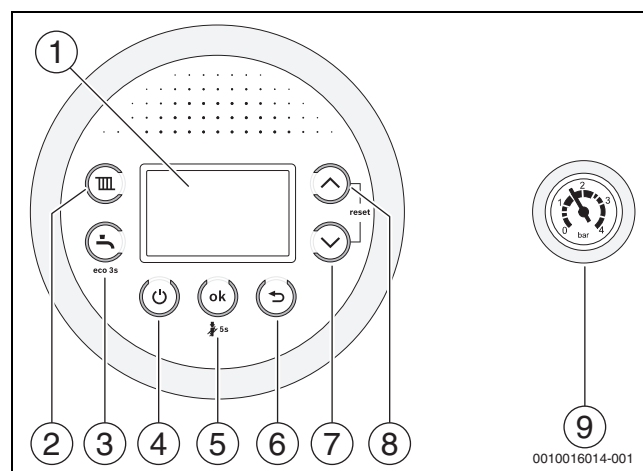

Fig. 1
- Opiți aparatul folosind tasta  (→ fig. 1).